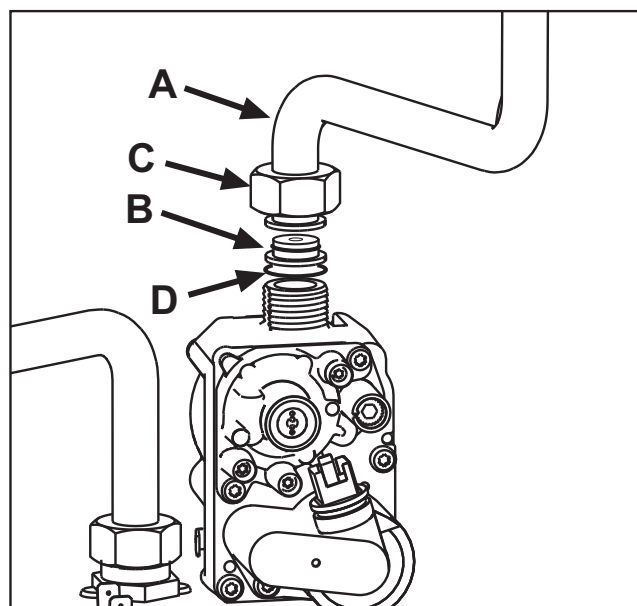

рис. 22
3. Открутить колесико C и вынуть газовую трубу A из газового клапана (см. рис. 22).
4. Заменить форсунку B, вставленную в газовую трубу, на форсунку, входящую в комплект для переоборудования на другой вид газа, вставив прокладку D (см. рис. 22).